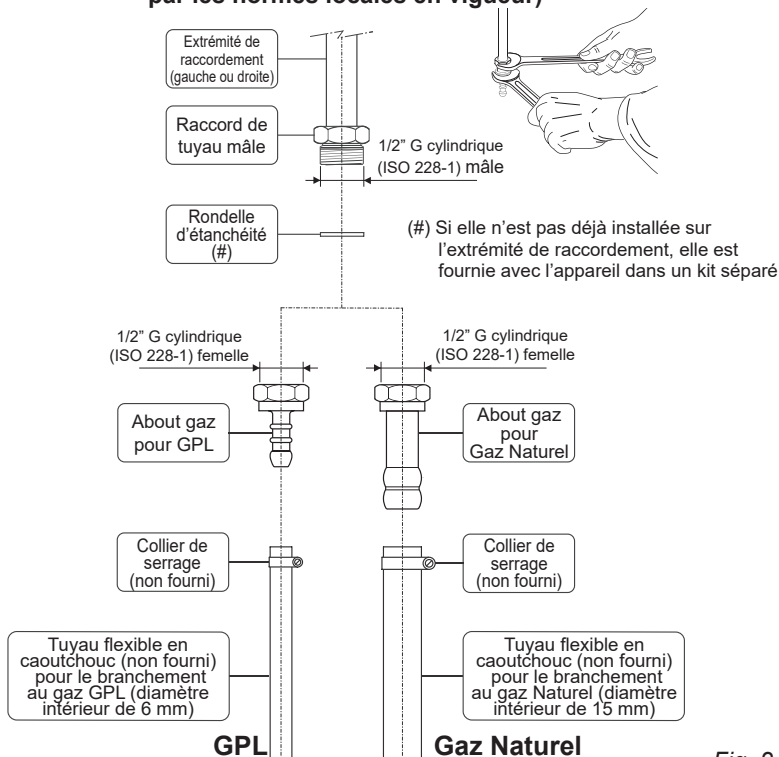

Fig. 2.2
1. S'il n'est pas déjà installé, il faut monter l'about gaz butane/propane sur l'extrémité de raccordement de la cuisinière en interposant une rondelle d'étanchéité (voir figure 2.2).
- pour le vissage de l'about gaz, prenez la précaution d'utiliser 2 clefs (fig.2.2).